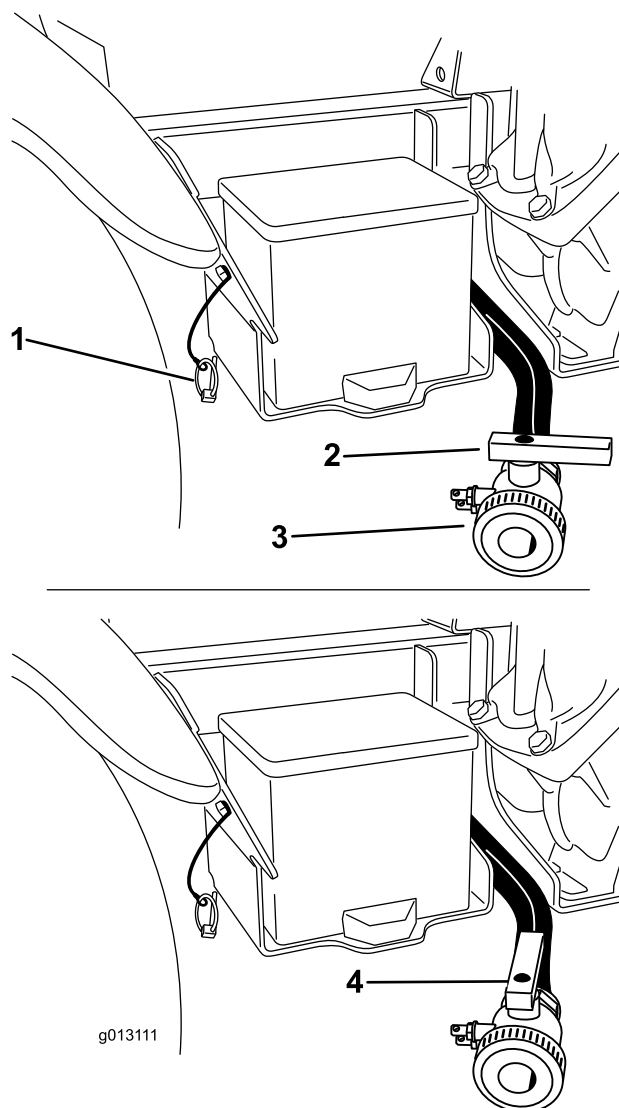

図 26
分する(図 26)。これにより、配管内部に残っている薬剤も完全に排出される。
3. 排出が完全に終了したら、ドレン・バルブを閉じ、バルブをブラケットにリンチ・ピンで元通りに固定する(図 26)。